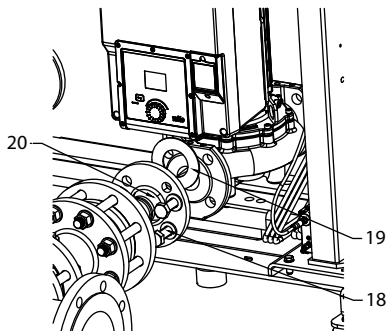

Fig. 6: Montage
2. Alle Schrauben in der unteren Position einsetzen (Fig. 6, Pos. 18), aber die Muttern nicht vollständig festziehen.
3. Die Dichtung (Fig. 6, Pos. 19) für jeden der Pumpen-/Verteileranschlüsse an die richtige Position schieben.
4. Alle Schrauben in der oberen Position einsetzen (Fig. 6, Pos. 20).